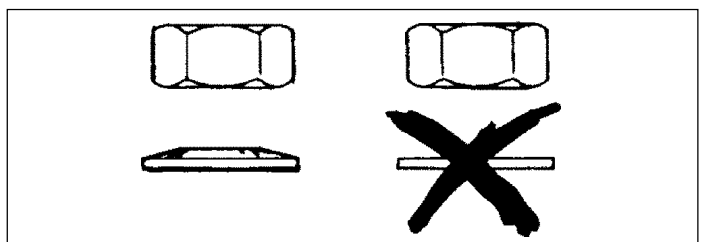

Fig. 25
- il **dado di serraggio** é inefficace: se la rondella sotto dado é appiattita (fig.25)